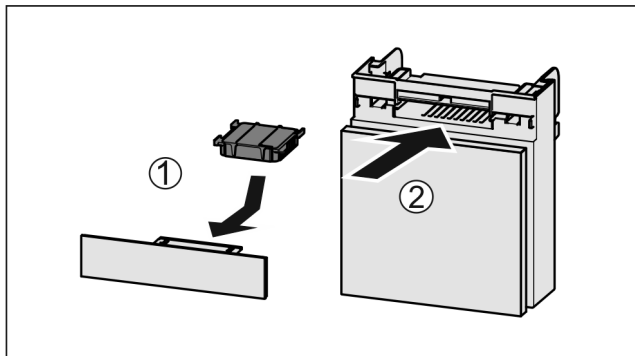

Fig. 47
- ▶ Umetnite filter s aktivnim ugljenom kao što je prikazano na slici Fig. 47 (1).
- ▶ Umetnite pretinac Fig. 47 (2).